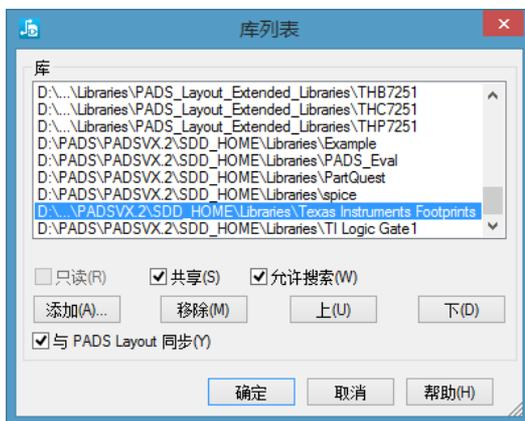
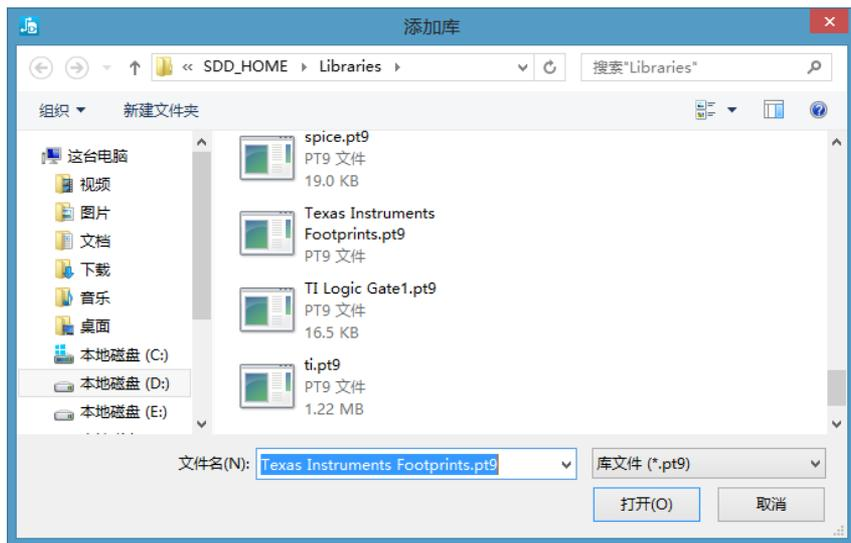
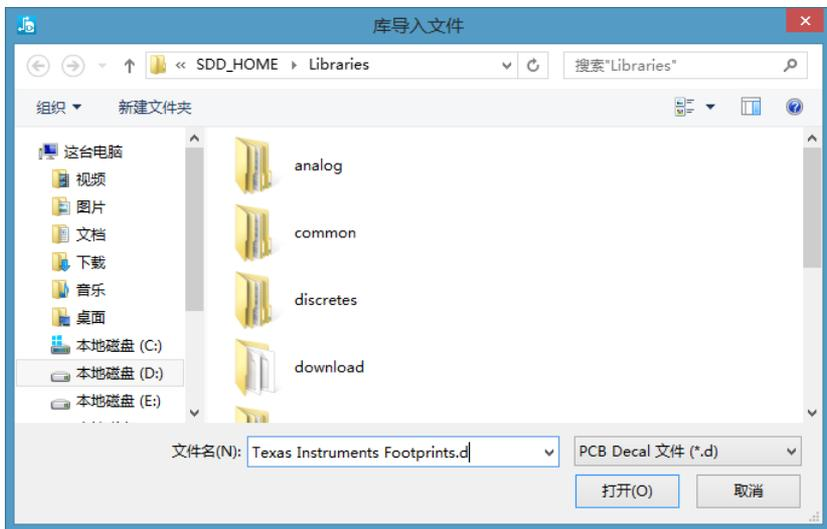

图 3-14 “库列表”对话框
图 3-15 “添加库”对话框
图 3-16 “库导入文件”对话框
(1) 在“库管理器”窗口中单击“管理库列表”按钮，系统会打开如图 3-14 所示的“库列表”对话框。
(2) 在该对话框中，“库”列表框中列出了当前已经加载的库。如果想加载新的库，则可以单击“添加”按钮，系统会弹出如图 3-15 所示的“添加库”对话框。在该对话框中，可以选择需要添加的库，PADS Logic 的库的扩展名为 .pt9 (PADS VX.2 版本)。如本实例，添加一个 Texas Instruments Footprints 库，然后单击“打开”按钮即可返回如图 3-14 所示的对话框。此时，在“库”列表框中可以看到加载的库。
(3) 单击“确定”按钮完成加载库的操作。
(1) 当需要从外部导入元件库的数据时，可以先在图 3-14 所示的“库列表”对话框中选中需要导入元件库数据的库，如我们可以选中上面添加的库 Texas Instruments Footprints。
(2) 根据需要导入的数据类型，单击相应的按钮，如果需要导入 PCB 封装库，则单击 Decal 按钮；如果需要导入 Logic 库，则单击 Logic 按钮；其他以此类推。
(3) 单击相应的按钮后，系统会弹出导入数据文件的对话框，例如，本实例要导入 PCB 封装库，所以单击 Decal 按钮后单击“导入”按钮，系统就会弹出如图 3-16 所示的“库导入文件”对话框，通过该对话框就可以导入需要的 PCB 封装库。
(4) 在图 3-16 所示的对话框中，选中需要导入的数据文件，如 Texas Instruments Footprints.d，该文件为 PCB 封装库数据文件。
(5) 单击“打开”按钮即可。
(1) 当需要从当前选中的库导出该库的数据时, 可以先在图 3-14 所示的“库列表”对话框中选中需要导出库数据的库, 例如, 可以选中上面添加的库 Texas Instruments Footprints, 这是一个从 Protel 转换过来的库。
(2) 根据需要导出的库数据类型, 单击相应的按钮。若需要导出 PCB 封装库数据, 则可以单击“封装”按钮; 若需要导出 CAE 逻辑库, 则可以单击“逻辑”按钮; 其他以此类推。